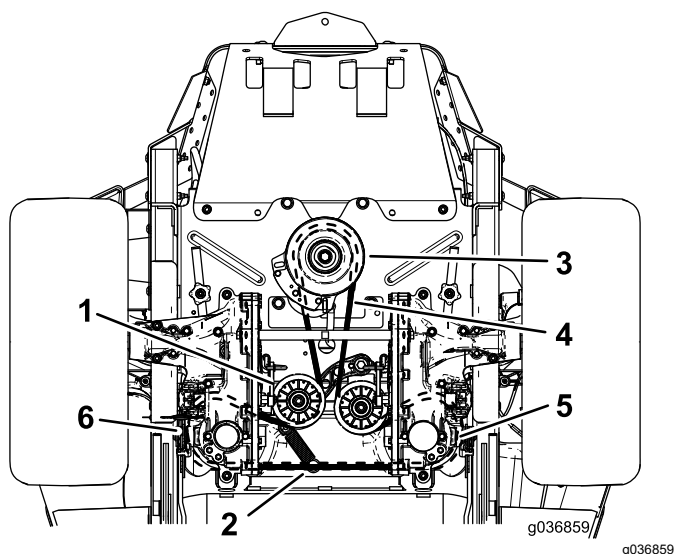

Figura 65
6. Retire el muelle tensor del anclaje (Figura 65).
8. Instale la correa nueva alrededor de la polea del motor y de las 2 poleas de la bomba hidráulica (Figura 65).